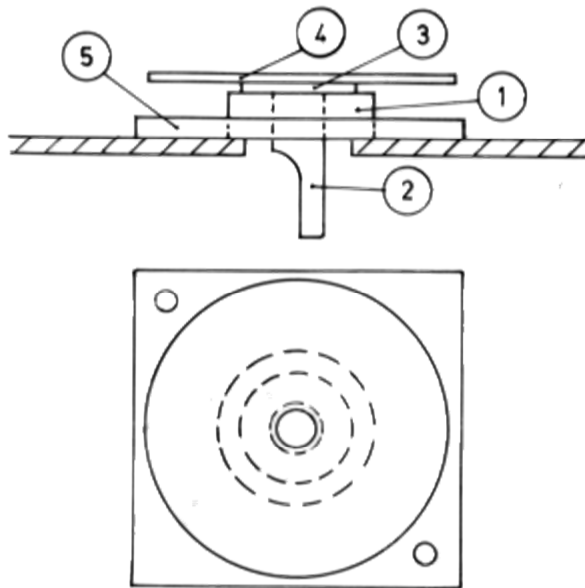

Abb. 1: Der Lotse.
Der Lotse ist ein Drehtisch, der die Linienverfolgung passiv unterstützt. Die eigentliche Lösung ist in diesem Falle eine Differenzierung der Reibungswiderstände. Das heißt, die Reibung in der Schwenkrichtung muß wesentlich geringer sein als die Reibung in Vorschubrichtung. Das Ding, das diese Aufgabe übernimmt, ist ein ganz normales kleines Kugellager mit einem bißchen drumherum (Abbildung 1). Das "bißchen drumherum" ist ein Messingteller mit einer Hohlwelle, die mit einer Einführungsausparung versehen ist. Die Hohlwelle wird in das Kugellager eingedrückt (Festsitz). Das Kugellager wiederum kann in eine Platte mit Zweikomponentenkleber eingeleimt werden, um so das Ganze auf dem Sägетisch auszurichten (Drehpunkt auf Sägemitte), zu verbohren und festzuschrauben.
3. Die zweite Sägeoperation befaßt sich mit dem Feinheiten (Abbildung 1 Ob). Die Säge kann hierbei auch als Raspel - die Sägerichtung liegt also rechtwinkelig zur Kontur gebraucht werden. Wie eingangs erwähnt, läßt sich hierbei auch ein Spiralsägeblatt einsetzen.